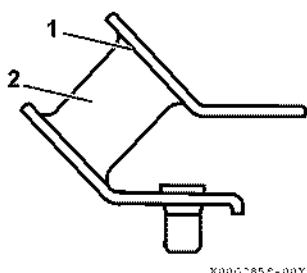

Рис. 73
1. Проверьте, не отделилась ли резиновая часть (Рис. 73, (1)).
2. Проверьте резину подушки (Рис. 73, (2)) на трещины и амортизирующие качества. Если появились трещины или деформация, замените подушки.